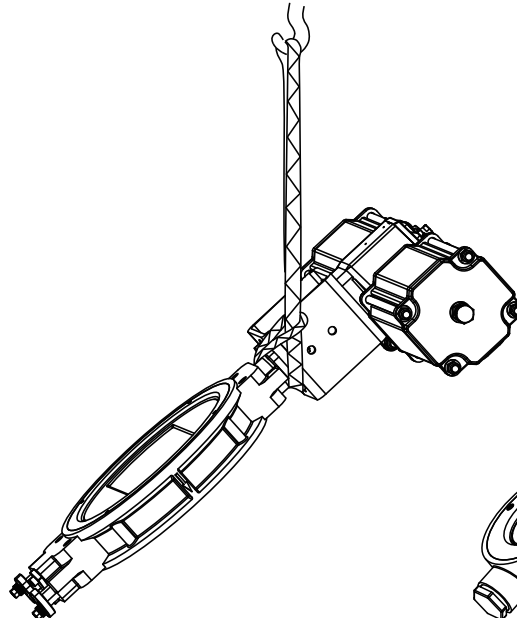

Fig. 5.1.2
2. **Ventile mit Stellantrieb vom Typ Somas A -DA (doppelt wirkend), Größe $\geq$ DN300:** Zum Anheben unter dem Montageflansch des Ventilantriebs siehe (→ Fig. 5.1.2)